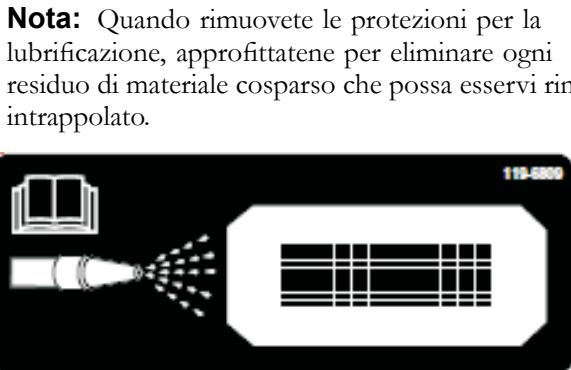
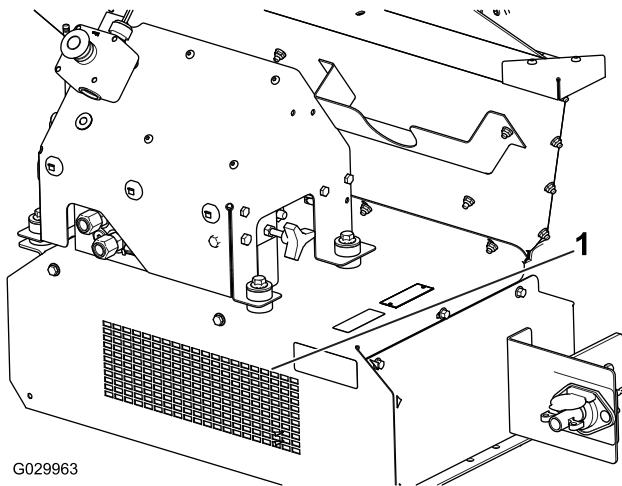

Figura 57
Figura 58
10. Individuate sulla parte frontale della macchina l'adesivo di pulizia (Figura 57) e con un tubo da giardino spruzzate acqua attraverso la grata di protezione anteriore fino a quando la vaschetta è risultata completamente pulita (Figura 58).